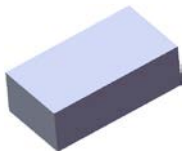
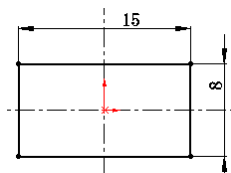

图 15.4.2 凸台一拉伸 1
图 15.4.3 横断面草图
Step2. 创建图 15.4.2 所示的零件基础特征——凸台一拉伸 1。
(1) 选择命令。选择下拉菜单 **插入(I)** → **凸台/基体(B)** → **拉伸(E)...** 命令 (或单击“特征(F)”工具栏中的 按钮)。
(2) 定义特征的横断面草图。
① 定义草图基准面。选取前视基准面作为草图基准面。
② 定义横断面草图。在草图环境中绘制图 15.4.3 所示的横断面草图。
③ 选择下拉菜单 **插入(I)** → **退出草图** 命令，退出草图环境，此时系统弹出“凸台一拉伸”对话框。
(3) 定义拉伸深度属性。
① 定义深度方向。采用系统默认的深度方向。
② 定义深度类型和深度值。在“凸台一拉伸”对话框 **方向1** 区域的下拉列表中选择 **给定深度** 选项，在 中输入深度值 5.0。